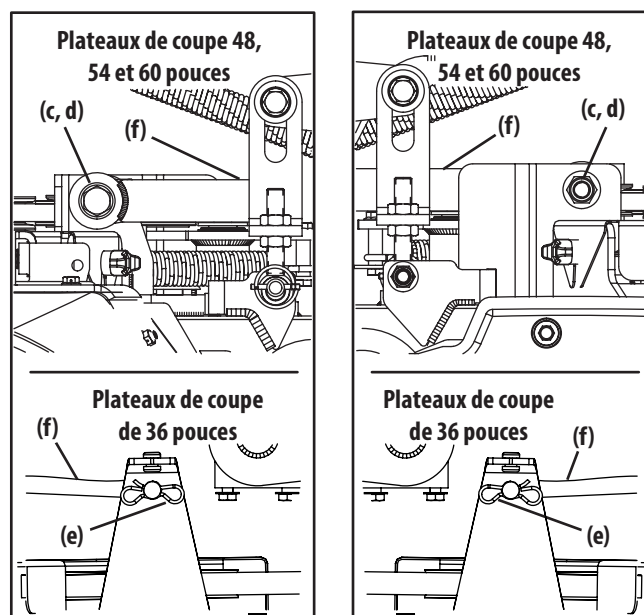

Figure 37
- Retirez les vis hexagonales (c), les écrous de blocage des brides (d) (plateaux de coupe de 48, 54 et 60 pouces) ou les attaches nœud papillon (e) (plateaux de coupe de 36 pouces) qui fixent les tiges de commande du plateau avant (f) au plateau de coupe (Figure 37).